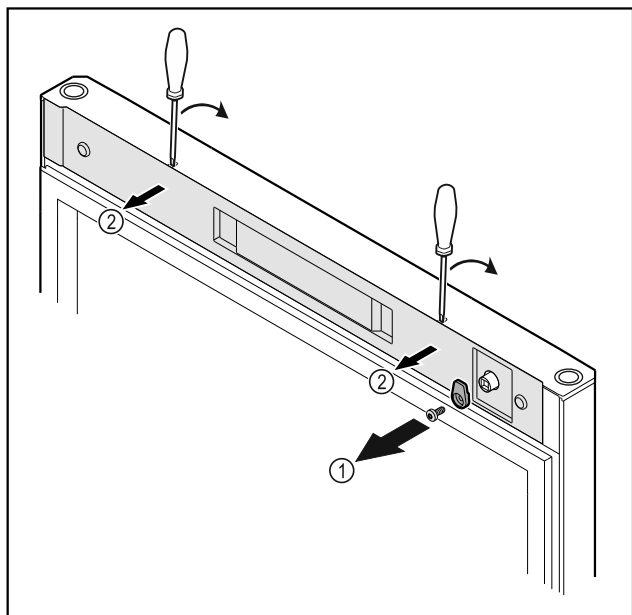

Fig. 12 *
- ▶ Развийте затварящата кука Fig. 12 (1)*
- ▶ Откопчайте капака Fig. 12 (2) с малка отвертка и го свалете.*